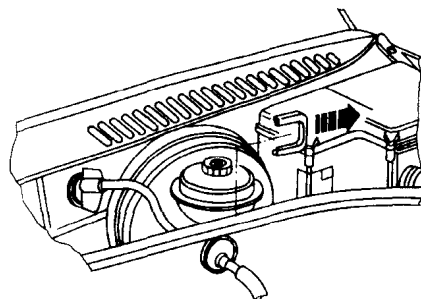

图 1-25 拔下节气门拉索支架上的安全件
8) 按图 1-25 箭头拔下节气门拉索支架上的安全件。该安全件在压力舱内的车身前板后部。